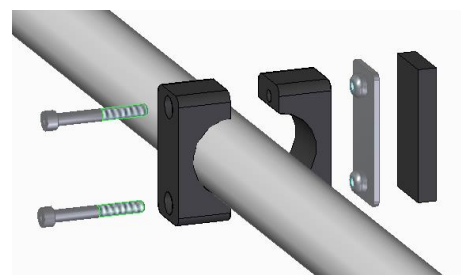

Abbildung 6
Zum Schutz vor Kollision zwischen Tür und Fahrradträger kann ein zusätzlicher Anschlag (7) am fahrzeug-näheren Querrohr mit zwei Zylinderschrauben M6x50 montiert werden (Abb. 6).